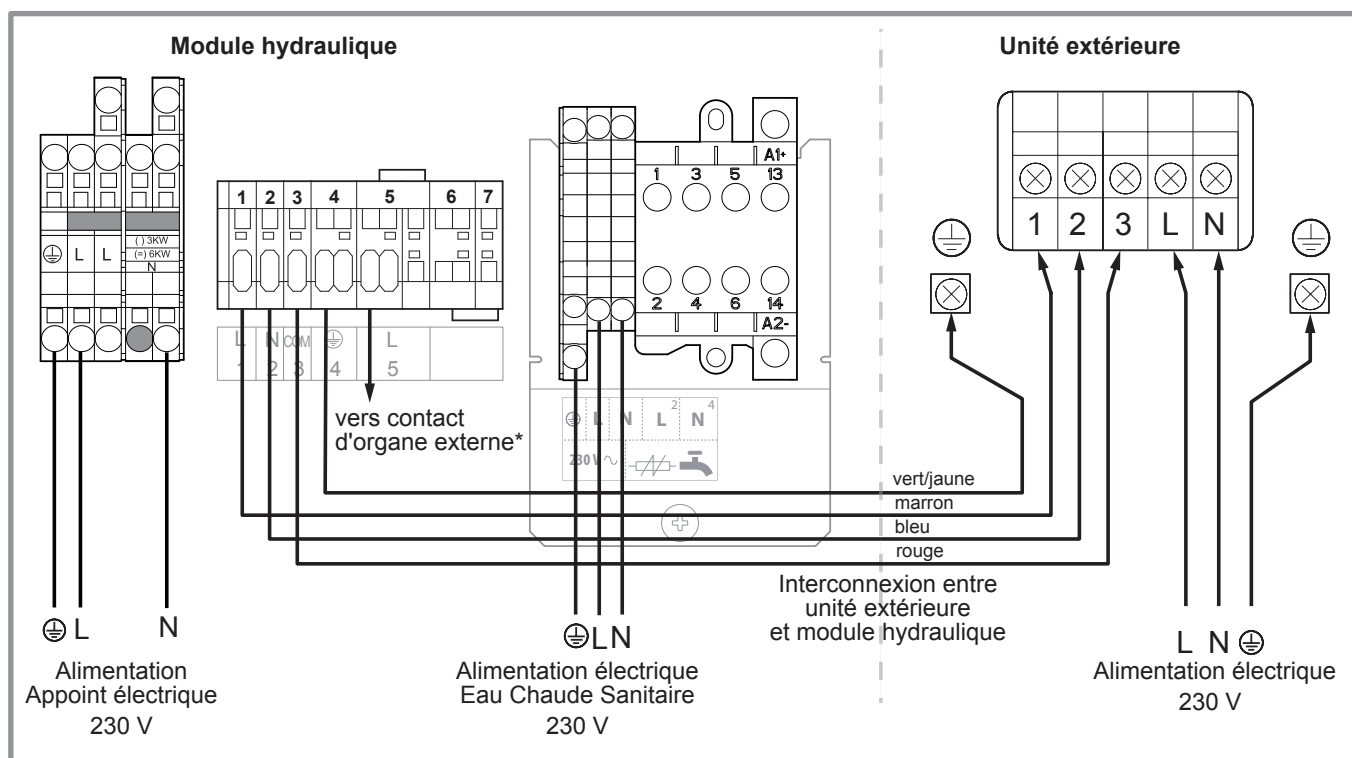

figure 37 - Raccordement aux borniers et relais de puissance
- Effectuer les raccordements suivant le schéma (figure 37).